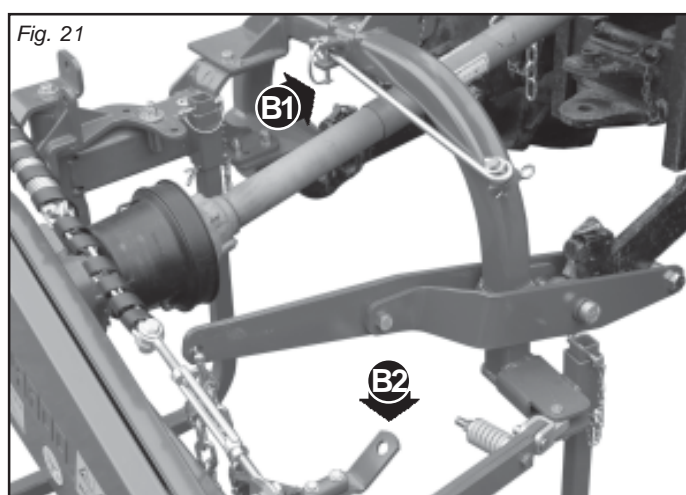

Fig. 21
- Quitar el gancho de seguridad (B1, Fig. 21), que sirve solamente para el transporte y ponerlo en el alojamiento superior del chasis.